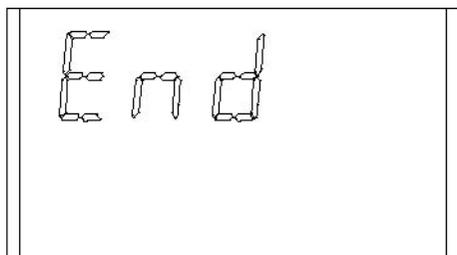

图2-7 标定结束显示
- 一旦气体值显示稳定，将停止交替显示。如果标定成功，则显示“END”两秒钟。（见图2-7）